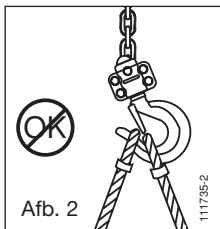

Afb. 1
De Tralift™ Cleantech-takel is geleverd, uitgerust met een hijsketting (merkt. 1, afb. 1) en een bedrijfsketting (merkt. 7, afb. 1) compatibel voor een standaard hijshoogte van 3 m.
De hijsketting bestaat uit één of meerdere strengen (zie § 2 technische specificaties) met aan het uiteinde van de last een hijshaak (merkt. 2, afb. 1) en aan het andere uiteinde (het slappe uiteinde) is de hijsketting bevestigd op een lage eindaanslag (merkt. 4, afb. 1) die zelf op het toestel bevestigd is.
3. Controleer de goede staat van de haken (merkt. 2, afb. 1) en van de veiligheidsspallen (merkt. 6, afb. 1).
4. Controleer of het uiteinde van de hijsketting aan de slappe kant bevestigd is op de lage eindaanslag van het toestel (merkt. 4, afb. 1).
1. Controleer of de Tralift™ Cleantech-takel correct op de ophanghaak opgehangen is (tek. 5, afb. 1) en of de veiligheidspal van de haak (tek. 6, afb. 1) goed gesloten is (zie afb. 2 en 3).